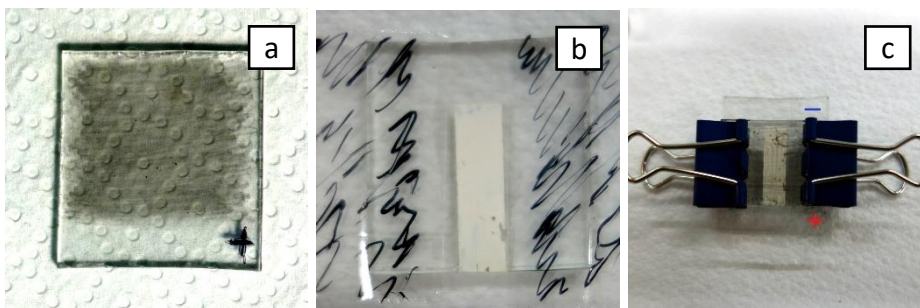

Abbildung 4
1. Stelle eine Graphit-Elektrode her, indem du die leitfähig beschichtete Seite der Glasscheibe bis auf einen Randstreifen mit einem weichen Bleistift bemaalst. (Abb. 4 a)
2. Zum Schutz vor Kurzschlüssen: Beklebe den unbeschichteten Rand der TiO_2 -Elektrode mit Klebefilm. (Abb. 4 b)
4. Verwende zwei Foldback-Klammern um die Glasscheiben dauerhaft zusammenzuhalten. (Abb. 4 c)